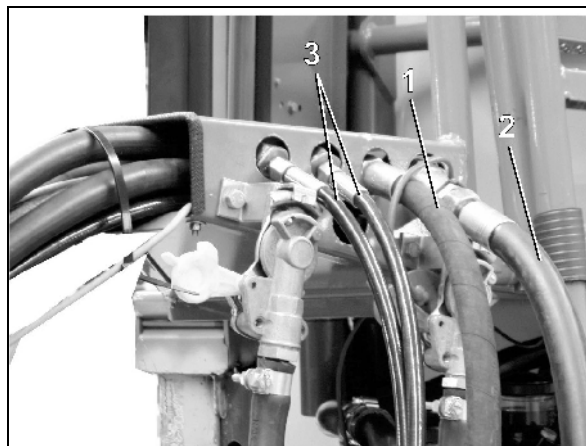

Fig. 21
- Hydraulslangen (P) (Fig. 21/1) ska anslutas till ett enkelverkande hydrauluttag.
- Returslangen (N) (Fig. 21/2) ska anslutas till ett trycklöst returuttag.
- Hydraulslangarna (Fig. 21/3) för det hydrauliska stödbenet ska anslutas till ett dubbelverkande hydrauluttag.